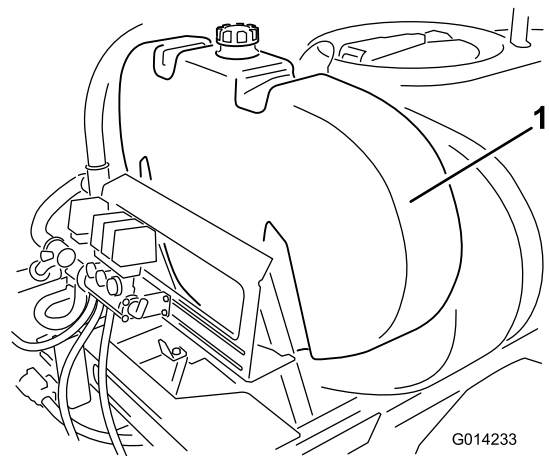

Bild 9
1. Bauen Sie den Spülbehälter ein, wie in (Bild 9) dargestellt.